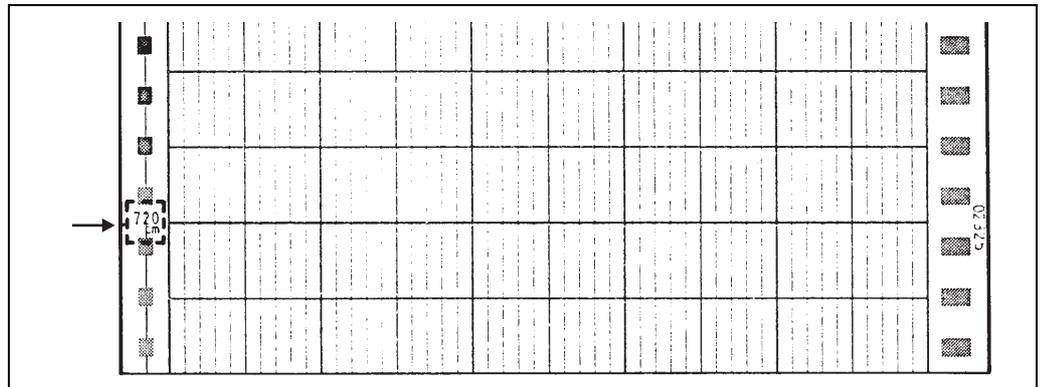

Abb. 28: Noch verbleibende Länge des Papierstreifens
- Ist eine ausreichende Menge an Diagrammpapier vorhanden? Die noch verbleibende Länge des Papierstreifens (→ Abb. 28, Pos. 1) ist am linken Rand des Streifens in Abständen von 20 cm (7.9 inch) aufgedruckt.